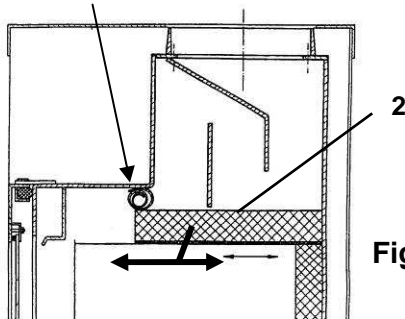

Fig. 6
- Prima di procedere all'accensione rimuovere il materiale di imballaggio del parafiamma sopra il focolare ed eventualmente anche il nastro adesivo del vetro senza lasciare residui (fig. 6).
Un buon utilizzo dell'apparecchio associato ad un'accurata pulizia e manutenzione garantiscono la stabilità dei valori e una lunga durata nel tempo dell'apparecchio. Ciò consente di risparmiare preziose risorse, rispettare l'ambiente ed evitare ulteriori spese. Per procedere alla pulizia tirare in avanti il parafiamma (fig. 6, n° 2). In questo modo è possibile pulire il giro fumi dall'interno o, rimuovendo il tubo di scarico, dall'alto.
Al termine dell'operazione di pulizia reinserire il parafiamma (fig. 6) nella posizione iniziale.